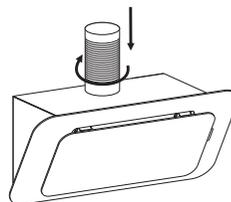

Bild 6
- Fäst ventilationsslangen (inte inkluderad) till frånluftsutsläppet. Se Bild 6.